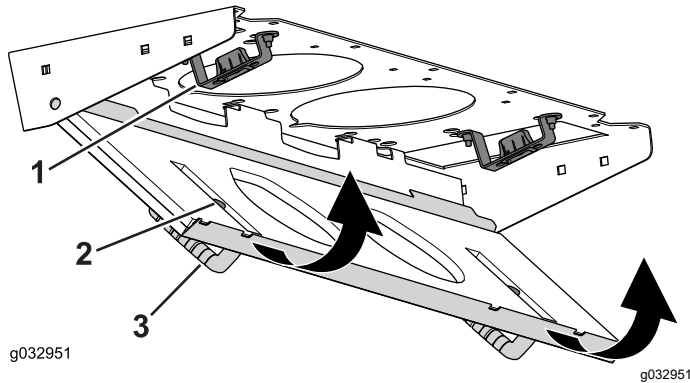

Bild 104
4. Drehen Sie den Filterschirm um die Laschen, bis der Riegel in die Riegelhalterung (Bild 104) einrastet.